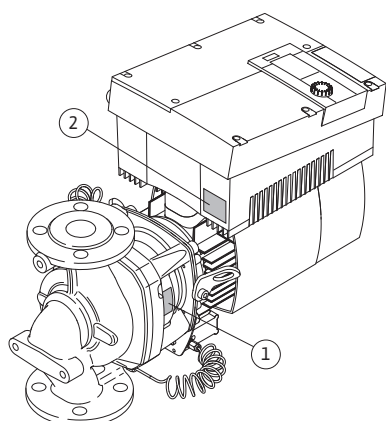

Fig. 11: Dispunerea plăcuțelor de identificare:
- Plăcuța de identificare a pompei (Fig. 11, poz. 1) conține numărul de serie (Ser.-No.../...), care este necesar, de ex., pentru comandarea pieselor de schimb.
- Plăcuța de identificare a modului electronic (modul electronic = invertor sau convertizor de frecvență) (Fig. 11, poz. 2) indică denumirea modului electronic utilizat.